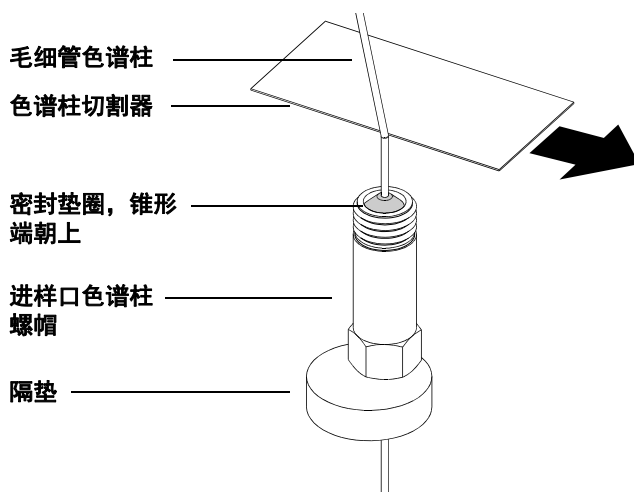

图 7 准备安装毛细管色谱柱
- 1 将隔垫、色谱柱螺帽和可老化的密封垫圈插入色谱柱的自由端 (图 7)。垫圈的锥形端必须朝向远离色谱柱螺帽的一端。